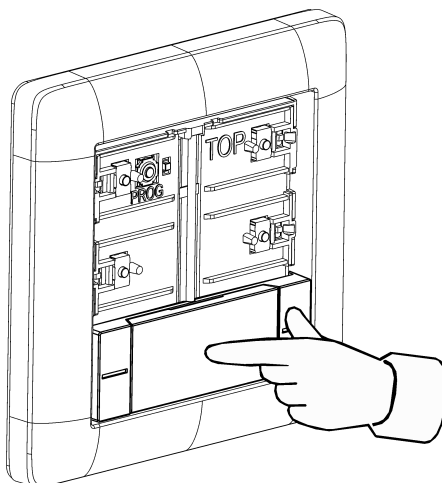

Bild 7: Tryck i mitten på vippkontakten
- Tryck i mitten på vippkontakten (se bild 7).